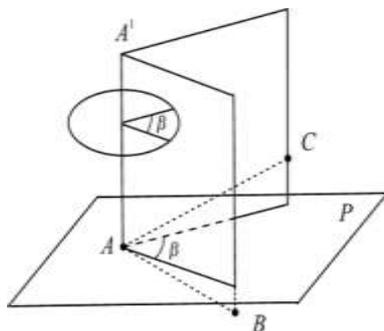

Рисунок 8. Горизонтальный угол
**Порядок выполнения работы** Горизонтальным углом называют проекцию  $\beta$  пространственного угла  $\angle CAB$  (рис. 8) на горизонтальную плоскость  $P$ . Для измерения горизонтального угла, образуемого направлениями  $AC$  и  $AB$ , необходимо круг с делениями